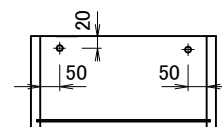

図4 キャビネット天板連結用下穴位置
- ② 上下を連結する場合、下側キャビネット天板に連結用下穴(φ4穴)を加工してください。(図4)